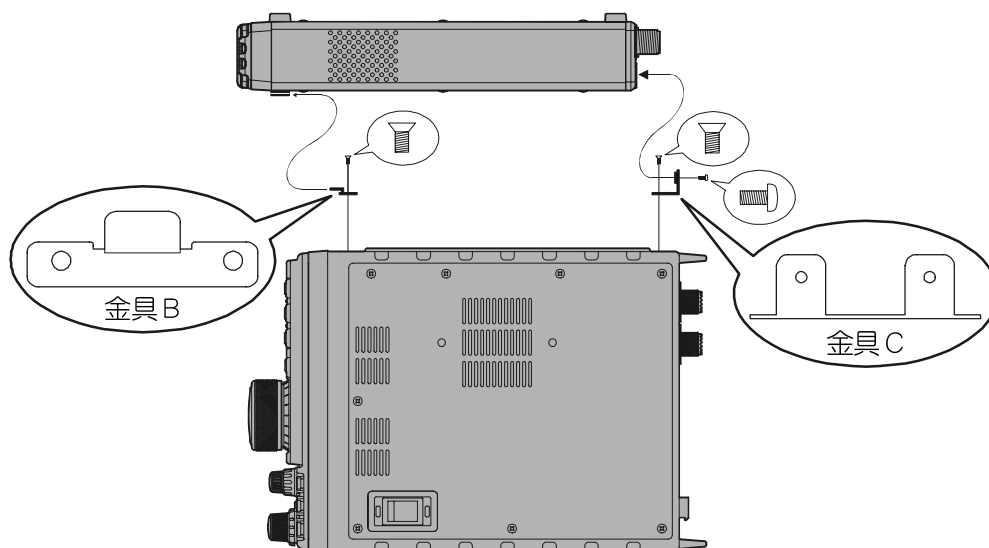

図 3
3. 外したゴム足の箇所に、付属のビス () を使用して、取付金具 B と C を取り付けます (図 3 参照)。
4. FT-897D の取付金具 B の凸部を、FC-30 の取付金具 A に差し込むように取り付け、付属のビス () で金具 C と FC-30 を固定します (図 3 参照)。